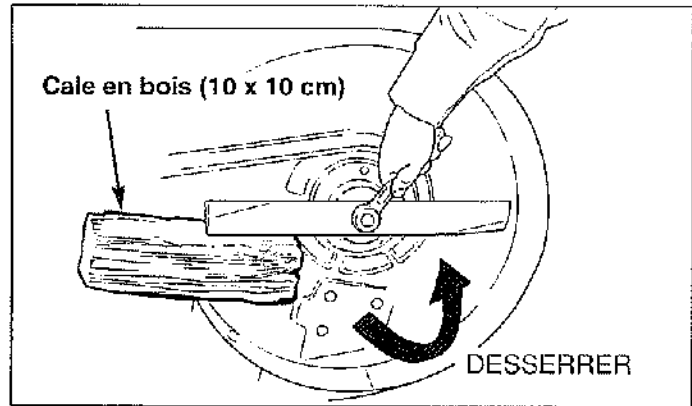

Figure 32. Dépose de la lame
2. Voir la figure 32. Pour retirer une lame pour l'affûter, la bloquer avec une cale en bois afin de l'empêcher de tourner et desserrer le boulon de fixation.
3. Bloquer la lame avec une cale en bois (B, figure 32) pour l'empêcher de tourner et desserrer le boulon de fixation (A).